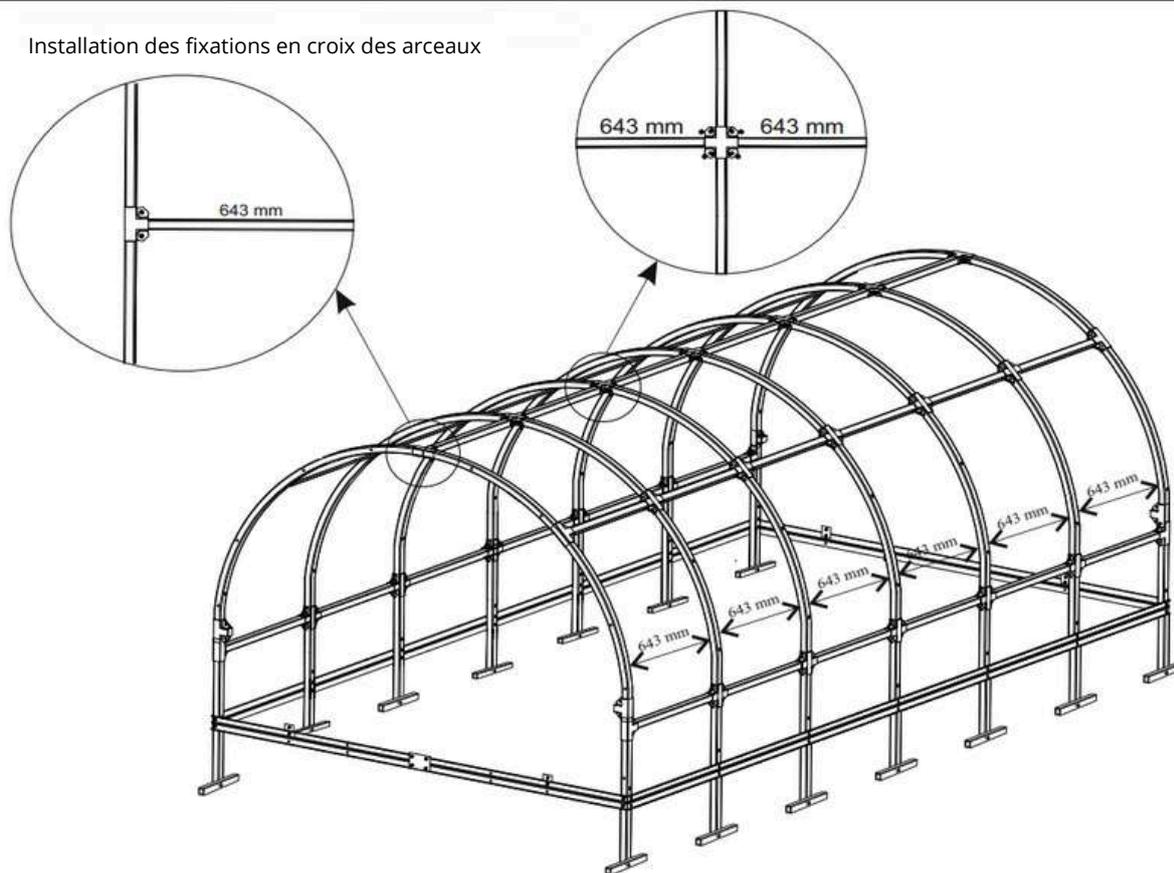

Fig. 9
**12-** Fixez la fixation transversale supérieure de l'arche (643 mm de long, No 9) à la partie supérieure de l'arche déjà attachée en utilisant les unités à quatre branches et les pièces en T et les boulons M5-16 avec des écrous. Utilisez les pièces en T pour les arches avant et arrière et les unités à quatre branches pour le reste. Nous recommandons de d'abord fixer la partie avant et arrière pour vous assurer que les pièces sont montées uniformément. Visuellement alignez les profilés au sommet de la serre et serrez-les. Nous recommandons d'étirer la corde de tension pour déterminer l'alignement. **VOIR FIG. 9**